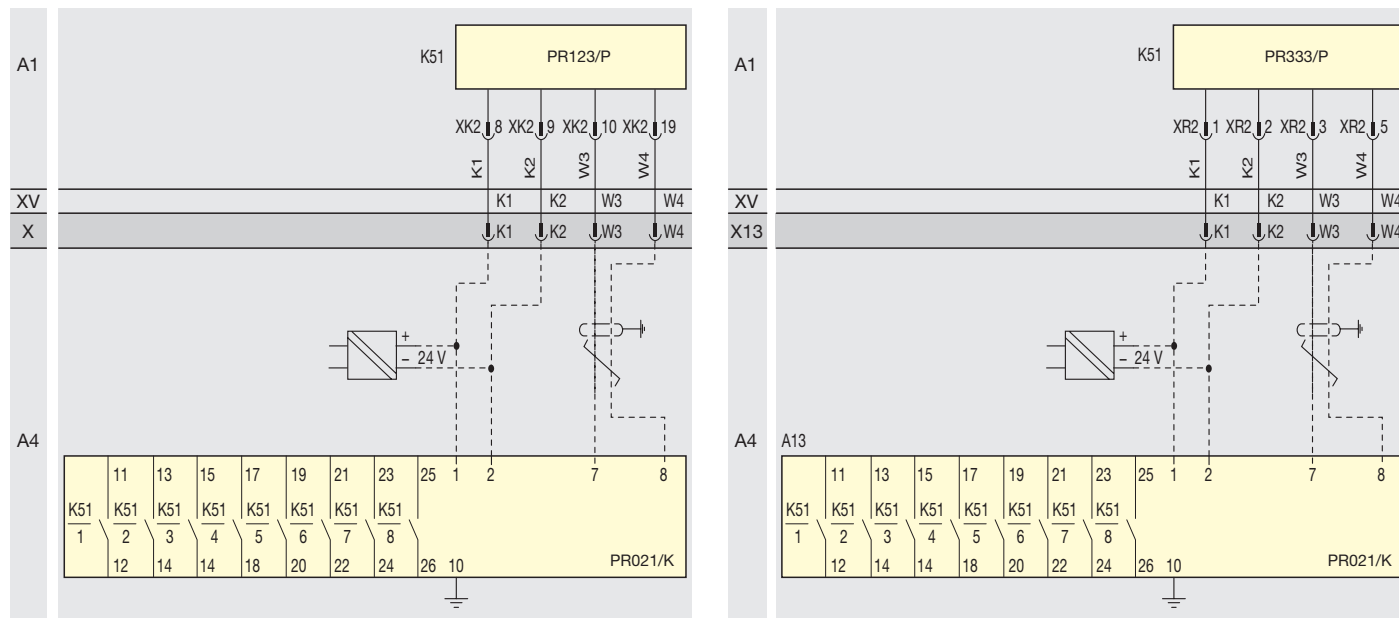
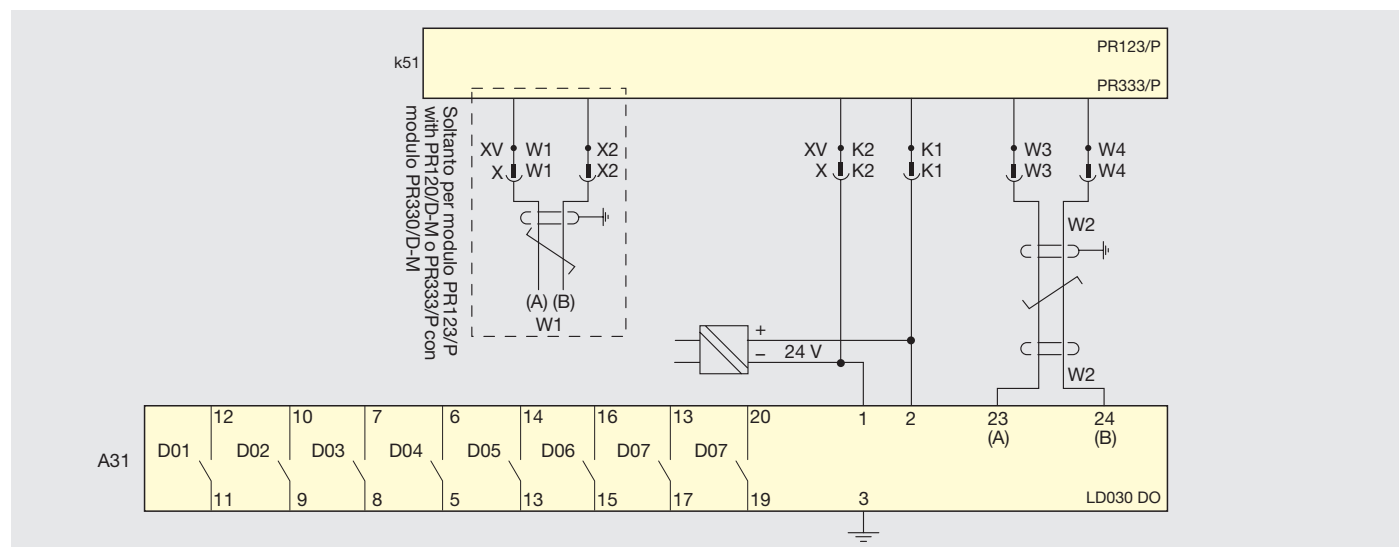

Figura 9 – modulo di segnalazione PR021/K
Figura 10 – LD030 DO
- sia collocato e settato il modulo di segnalazione, quale il PR120/K, PR021/K o LD030 DO, così da rendere disponibile un contatto per comandare l’apertura dell’interruttore di MT: questo contatto deve essere programmato in maniera tale che il contatto, normalmente aperto, chiuda quando lo sganciatore dell’interruttore di BT rileva il guasto grazie alla protezione G esterna. Gli schemi dei circuiti elettrici riportati di seguito mostrano i contatti disponibili nei moduli di segnalazione PR120/K (Figure 7-8), PR021/K (Figura 9) e LD030 DO (Figura 10);